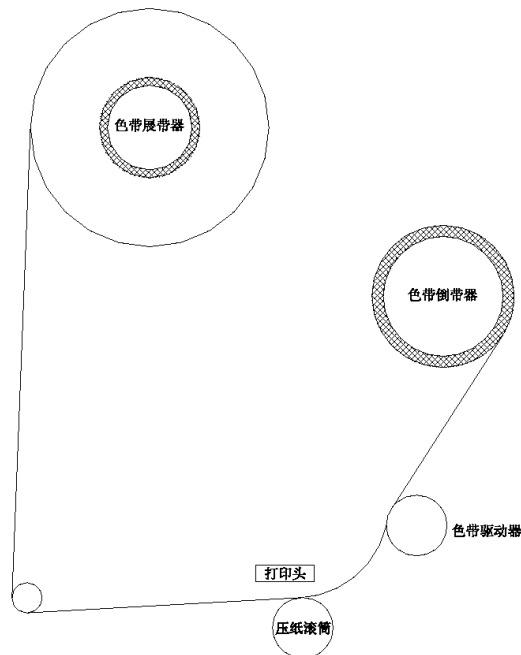

图 5—色带连线示意图
- 1) 打开色带包装，并在三个插槽对齐时将其按到转轴上，以将其至于色带展带器转轴上(参照图 5)。